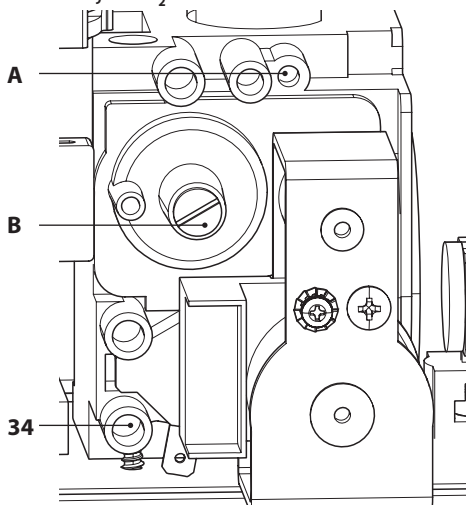

Figura 7.6
- Con la caldera apagada (fuera de servicio), compruebe la presión de alimentación usando la toma 34 en la Figura 7.6 y compare el valor indicado con los mostrados en la tabla Presiones de alimentación de gas en la sección "Datos técnicos Mia Condens Plus 25" en la pág. 30 y "Datos técnicos Mia Condens Plus 30" en la pág. 34.
- Vuelva a cerrar bien la toma de presión 34 en la Figura 7.6.
- Para calibrar el **CO₂** de la caldera (presión del gas en el quemador) desenrosque completamente el tapón de protección de latón **B** y regule el tornillo Allen Ø 4 mm situado debajo Figura 7.6: girando en el sentido de las agujas del reloj el **CO₂** aumenta.
- Si los dos datos no coinciden, ajuste el tornillo de regulación de máximo RQ (A en la Figura 7.6) de la válvula de gas y calibre el **CO₂** al valor indicado en la sección "Datos técnicos Mia Condens Plus 25" en la pág. 30 y "Datos técnicos Mia Condens Plus 30" en la pág. 34 en la tabla "Datos en agua sanitaria". Girando en el sentido de las agujas del reloj el **CO₂** se reduce.